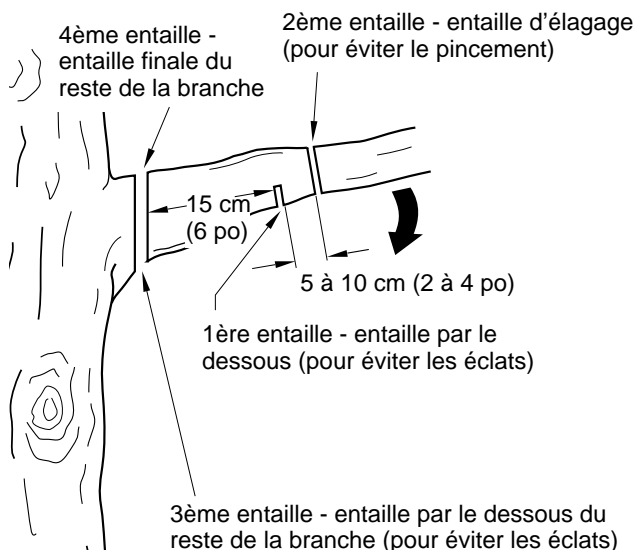

Figure 11 - Coupe d'une branche
1. Faire la première entaille à 15 cm (6 po) du tronc, sur le dessous de la branche. Utiliser le haut de la lame-guide pour faire cette entaille. (Couper sur 1/3 du diamètre de la branche. Voir la figure 11.)